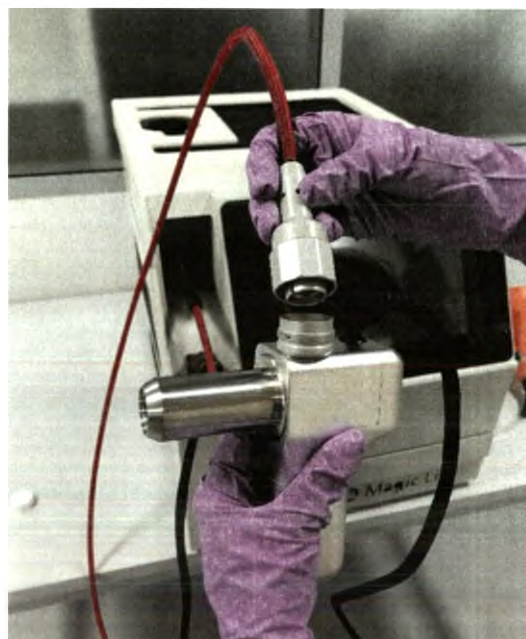

Рис.8.11 – Подсоединение волоконной системы вывода излучения к манипулятору 1064 нм
8.1.7.2 Для подсоединения манипулы для гинекологии необходимо сначала подключить волоконную систему вывода излучения к манипулятору 1064 нм, предварительно сняв защитные колпачки, как показано на рис. 8.11. Подсоединение волоконной системы осуществляется аналогичным образом как показано в п. 8.1.6.3.